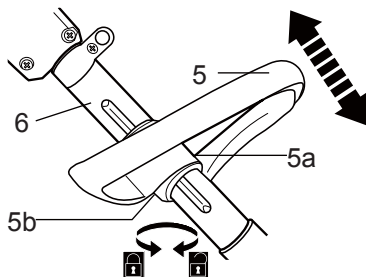

Fig. 8
- > Mettez la poignée auxiliaire [5] dans la position requise (Fig. 8).